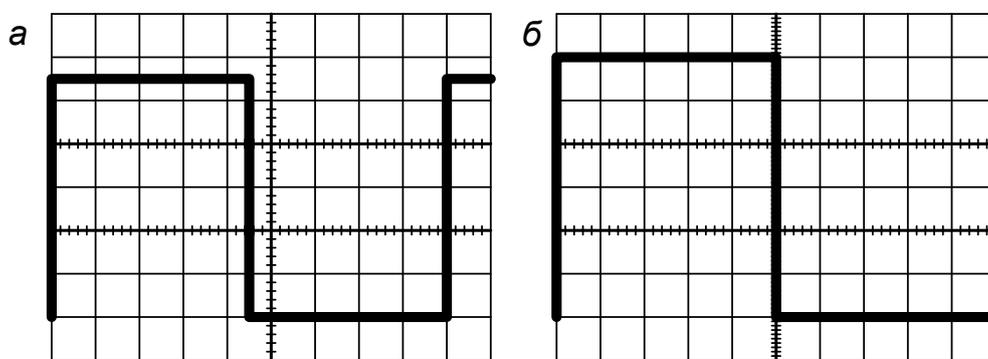

Рис. 3.8. Осциллограммы сигналов калибровки осциллографа:
Сигнал на экране ЭЛТ должен занимать по вертикали четыре полных деления, по горизонтали – 10 полных делений (рис. 3.8).
5. Ручками «ВОЛЬТ/ДЕЛ», «ВРЕМЯ/ДЕЛ» установить такие параметры развёртки сигнала по Y и X , чтобы на экране наблюдался целый период сигнала, а размах сигнала занимал как можно большую часть экрана. Осциллограмма должна иметь примерно такой же вид, как показано на рис. 3.8, *a*.